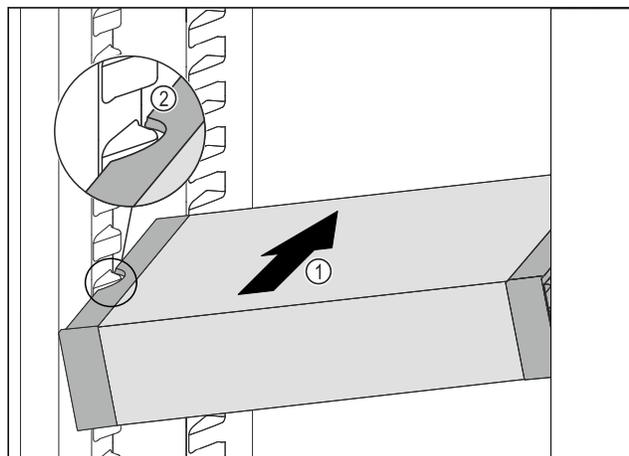

Fig. 92
- Insérer le VarioSafe en biais dans la partie réfrigérateur Fig. 92 (1) jusqu'à ce que les encoches latérales Fig. 92 (2) du VarioSafe se trouvent à la hauteur de la nervure du bac dans la partie réfrigérateur.